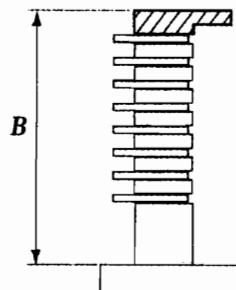

图 12-1-77
③如图12-1-77所示，用游标卡尺测量2个制动法兰、7个4号制动盘和8个4号制动片的总厚度。卡住两端沿直径测量，并计算平均值。装配间隙=A-B-0.25~1.8 (mm)，B=36.04~36.35 (mm)。若装配间隙超过标准值，则选择并安装能够保证装配间隙在标准值以内的制动器法兰。注意：从8种厚度中可选法兰中选择法兰，以调节装配间隙。